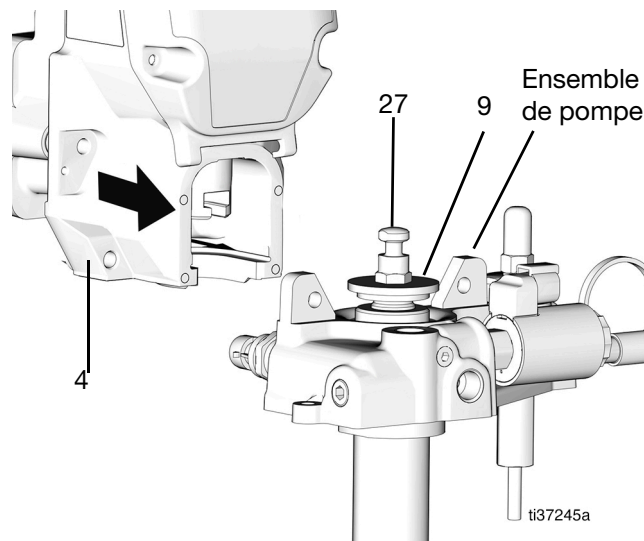

FIG. 67
27. Adaptez l'ensemble de pompe à la tête d'engrenage (4). L'écrou de retenue (9) peut être desserré pour augmenter l'espace. Alignez la tige de pompe (27) avec la découpe et glissez-la en place (FIG. 67).